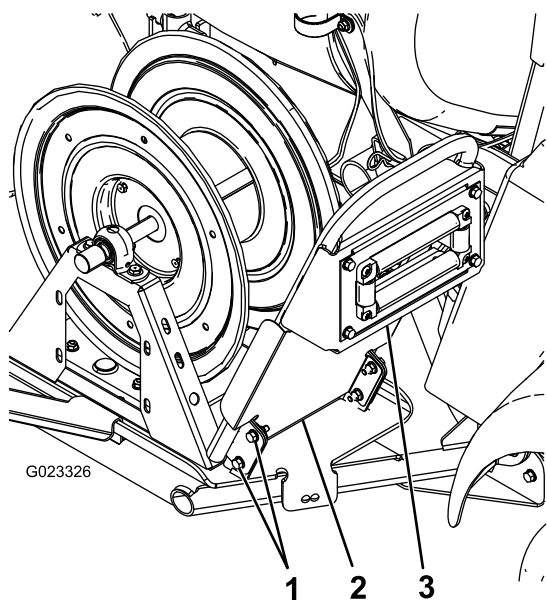

図 11
5. ハンドルを、スイベルプレートに仮止めするボルト 5/16 インチ4本を使用する図 11。
6. 泥除けシールドとハンドルを、スイベルプレートに取り付けるステップ 5 で取り付けしたボルトと、フランジナット5/16 インチ4個を使用する図 11。